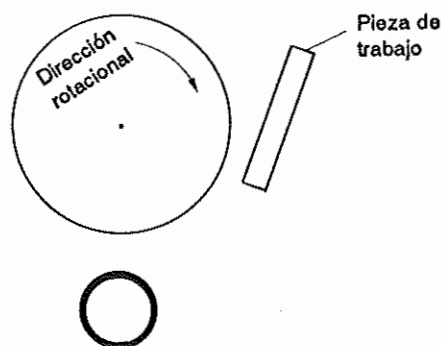

Fig. 10
- ③ Al pulir, coloque siempre la pieza de trabajo de modo que coincida con la dirección rotacional contra el centro de rotación. (Fig. 10)